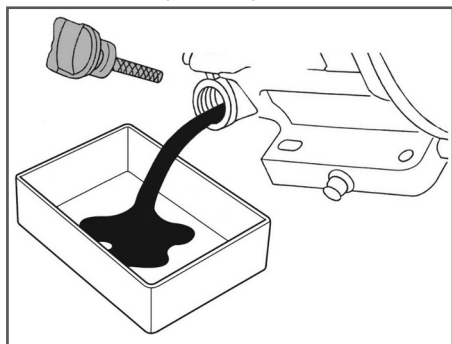

Рис. 24 Замена моторного масла
(1) Техническое обслуживание должно осуществляться более часто, при работе в пыльных условиях.
(2) Данный вид работ необходимо выполнять в авторизованном сервисном центре.
6. Подставьте под маслозаливную горловину ёмкость для масла, после чего с помощником наклоните виброплиту с помощью рабочих рукояток в сторону задней маслозаливной горловины двигателя и слейте отработанное масло через маслозаливную горловину в подготовленную для этого ёмкость (Рис. 24).